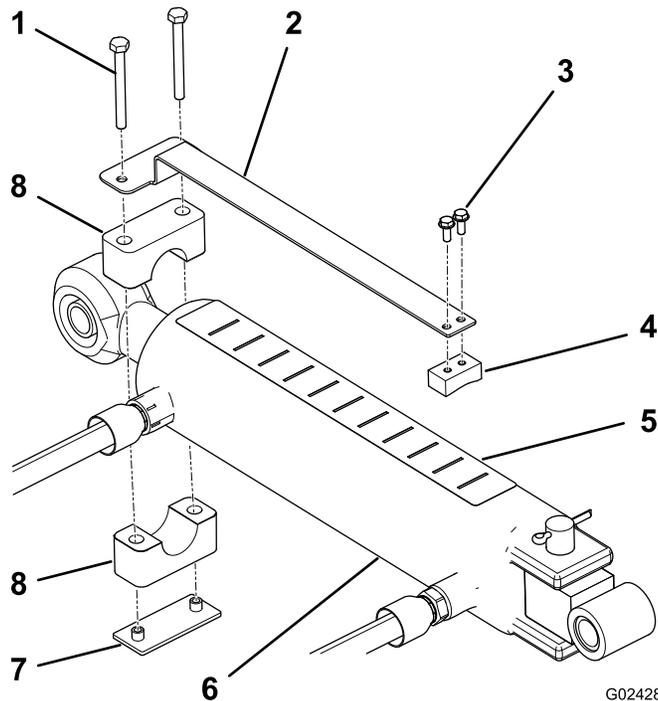

图 8
- 用 2 个机器螺丝#10 x 1/2 英寸将深度计安装到滑块的平面侧并按照图 8 所示调整组件位置。
- 使用管夹、焊接板和 2 个螺丝 1/4 x 2 1/2 英寸将深度计松松地安装到顶部连杆油缸的杆端图 8。确保管夹保持足够的松动以便让它们旋转到所需的位置。
4. 将深度标贴粘到油缸顶部从操作位置能够看到的地方且不会影响液压软管图 8。